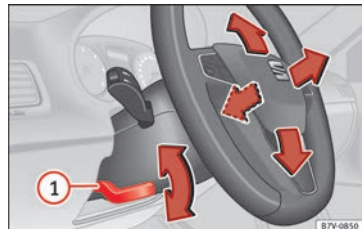

Abb. 24 Lenkradposition mechanisch einstellen.
• Hebel nach unten » **Abb. 24** ① bewegen.